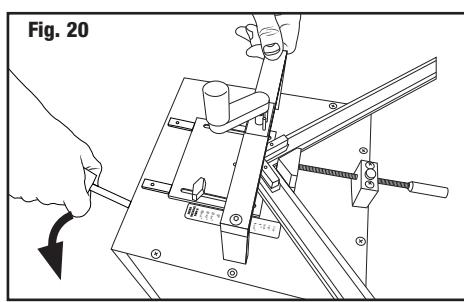

Fig. 20
- Baje la palanca hasta el final, ver flecha. (**Fig. 20**)
- Drücken Sie den Hebel mit gleichmäßigem Druck vollständig nach unten, siehe Pfeil. (**Abb. 20**)